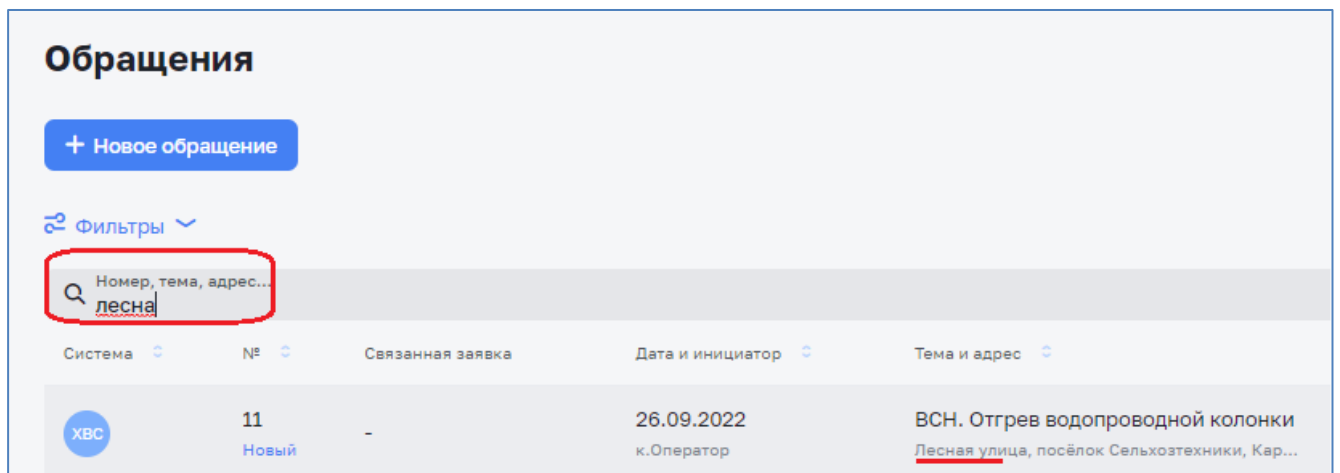

Рисунок 33 – Поиск обращений
- Строка для поиска обращений по всем значениям, например по адресу (Рисунок 33).